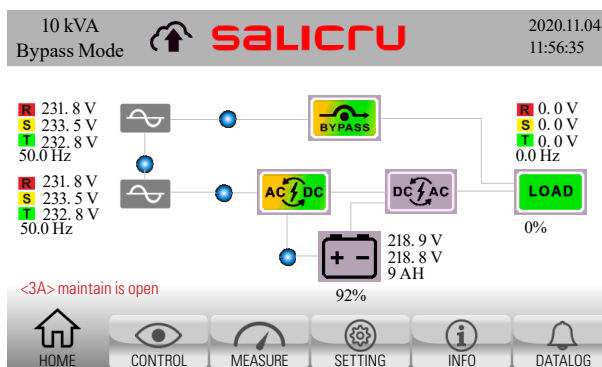

Fig. 58. Écran principal du panneau de commande avec l'avertissement de contact de bypass manuel ouvert.
3. Retirer le blocage mécanique de l'interrupteur de bypass manuel de l'onduleur (Q5) (uniquement pour les appareils au format tour) : desserrer les vis et retirer le cache métallique (voir Fig. 58).
4. L'équipement informe, par le biais de l'écran principal, à propos de l'état actuel avec l'avertissement <3A> maintain is open (Contact bypass de maintenance ouvert). Voir Fig. 58.
7. Vérifier que l'onduleur délivre la tension à la sortie par l'interrupteur de bypass de maintenance et par le bypass statique simultanément : vérifier que l'onduleur est en mode bypass et l'alarme <3A> maintain is open (Contact bypass de maintenance ouvert) présente, et que le synoptique sur l'écran principal du panneau de commande est tel qu'indiqué sur la Fig. 58.